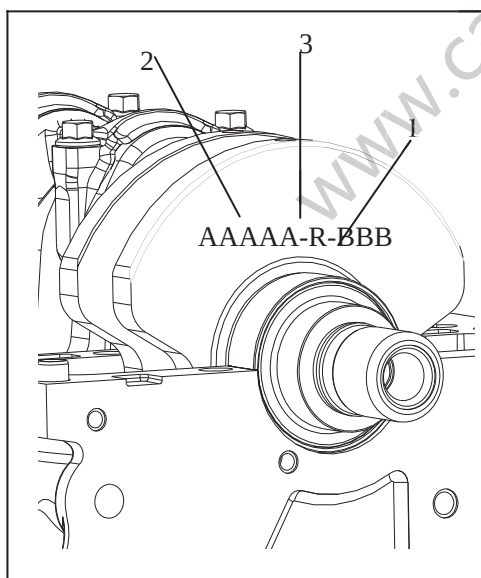

图 5-16
5.3 如图 5-16，曲轴连杆颈外径尺寸分为两组，标记为 A、B，主轴颈分组为三组，标记为 A、B、C。（1）位置从左至右为连杆颈第一至第四连杆颈分组，（2）位置从左至右为主轴颈第一至第五主轴颈分组）打印于曲轴第一曲柄板侧面上。